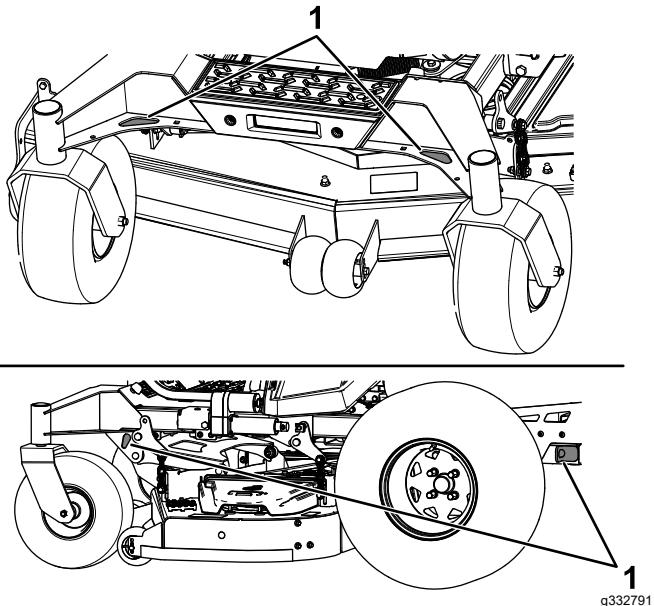

Figure 43
6. Arrimez la machine près des roues pivotantes avant et du cadre arrière à l'aide de sangles, chaînes, câbles ou cordes (Figure 43). Reportez-vous à la réglementation locale concernant les exigences en matière d'arrimage.